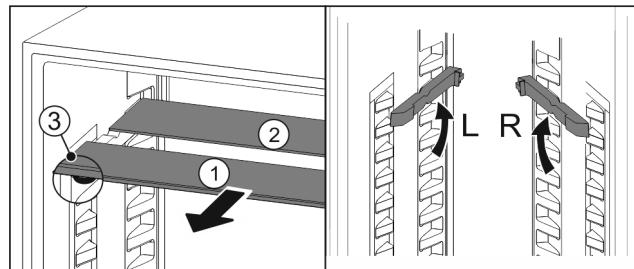

Fig. 81
- Издърпайте Fig. 81 (1) поотделно стъклените площи напред.
- ▷ Стъклената плоча Fig. 81 (1) с декоративната лайстна е отпред.
- ▷ Ограничителите Fig. 81 (3) сочат надолу.